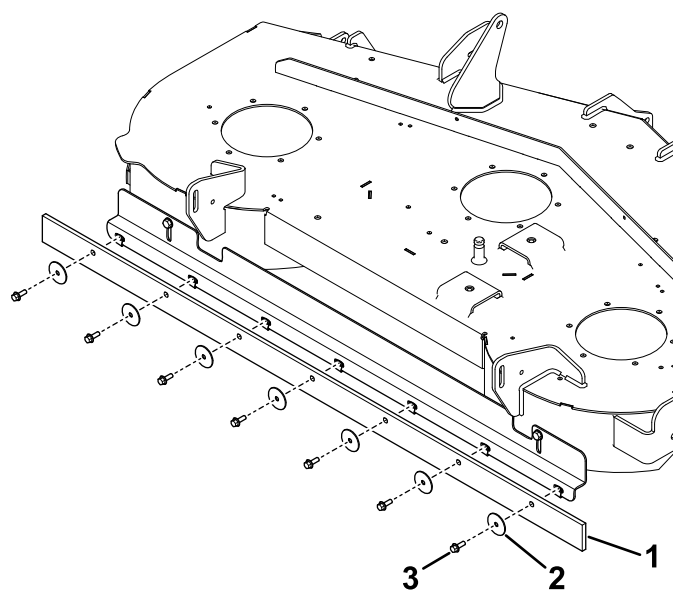

**Figura 4**
6. Posicione o limpador de forma a que o rebordo em borracha fique para a frente e a parte reforçada com fibras da secção transversal fique para trás (Figura 4).